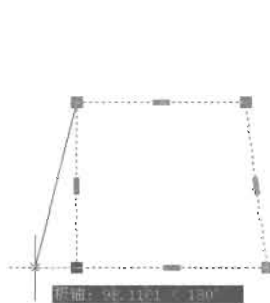

图 5-27
(1) 首先绘制一个 600mm×600mm 矩形, 然后单击选中矩形。选择矩形左下角的点将它向左水平移动 50mm, 再将右下角的点向右水平移动 50mm, 如图 5-27 所示 (可以直接在命令栏中输入 50 按 Enter 键即可), 将矩形变成一个等腰梯形。